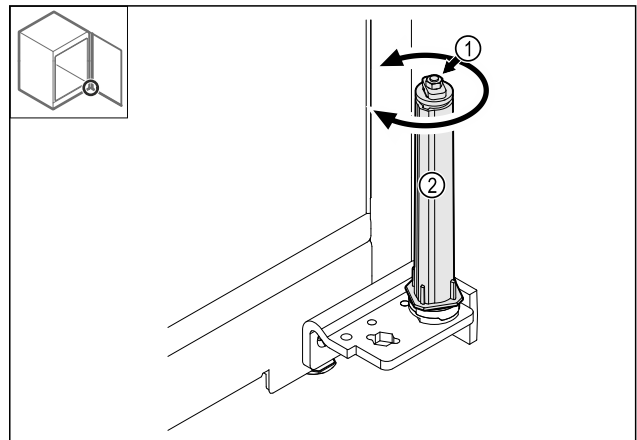

Fig. 43
- Verschraubung Fig. 43 (1) des Schließsystems nicht zerlegen.
- Schließsystem Fig. 43 (2) drehen, bis es klickt.